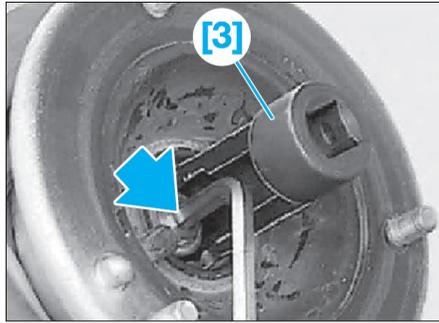

Fig. 14
- Enlever le capuchon puis dévisser l'écrou à l'aide de l'outil [3] (en maintenant la tige de piston) (Fig.14).